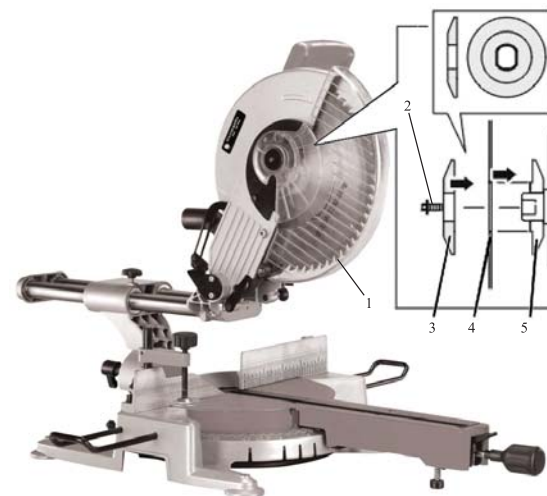

Рис. 2
7.4 Установка и замена пильного диска (рис. 2)
Для замены пильного диска необходимо twist защитный кожух **1** (Рис. 2) вверх, после чего зафиксировать вал нажав на блокиратор вала **22** (Рис. 1), отверните болт **2** (Рис. 2) ключом, вращая его по часовой стрелке. Открутив болт полностью снимите внешний фланец **3** (Рис. 2) и пильный диск **4** (Рис. 2). Вставьте новый пильный диск на фланец **5** (Рис. 2) и повторите все проделанные шаги в обратной последовательности, затянув все крепления.